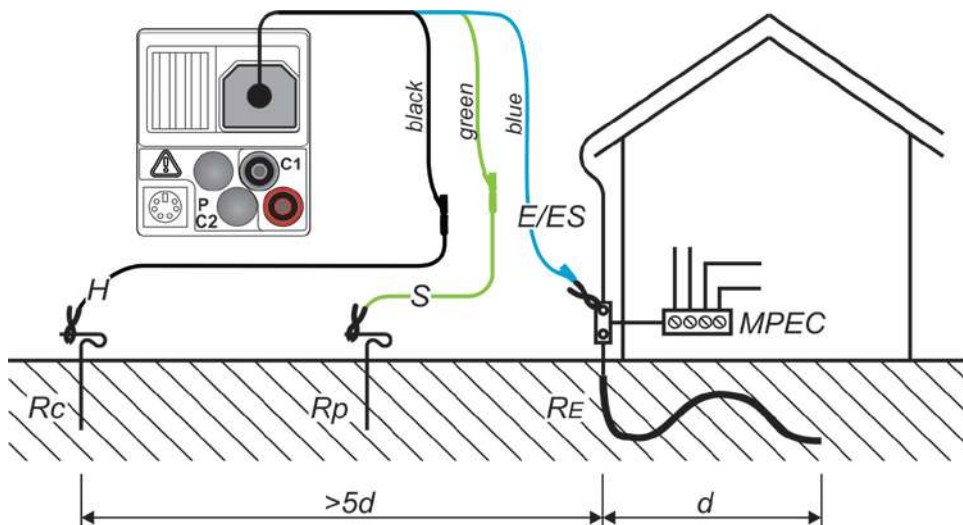
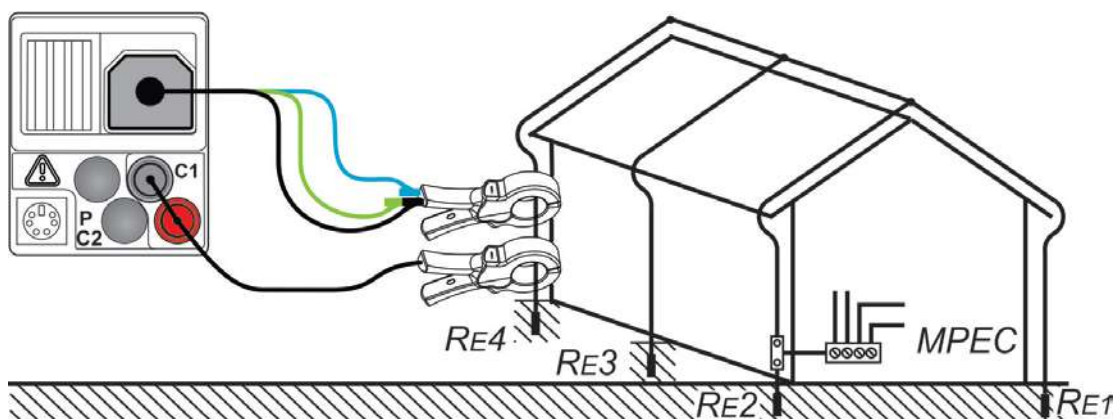

Рисунок 5.36: Сопротивление заземления, измерение сопротивления главной шины заземления здания
Рисунок 5.39: Бесконтактное измерение сопротивления заземления
- **Подсоедините** исследуемый компонент (см. Рисунок 5.36: Сопротивление заземления, измерение сопротивления главной шины заземления здания, Рисунок 5.37: Сопротивление заземления, измерение сопротивления системы молниезащиты и Рисунок 5.39: Бесконтактное измерение сопротивления заземления).